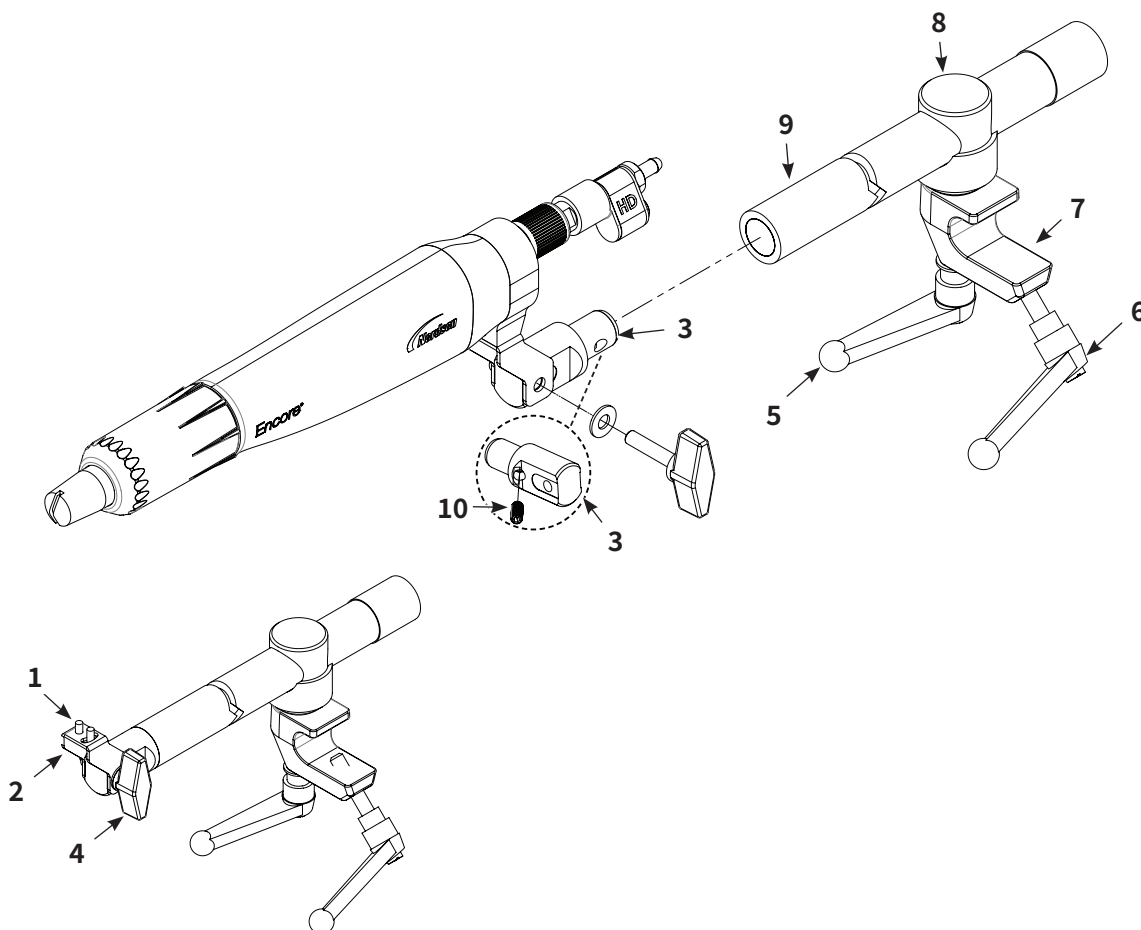

図 3-5 バー取り付け式スプレーガンの取り付け
7. 図 3-5を参照。スプレーガンバー取り付け式アダプター (3) をガンバー (9) の端に取り付け、4 mmの六角レンチで固定ネジ (10) を締めて固定します。
- スプレーガン先端を左右に動かすには、ボタンネジ (1) を緩めてください。
- スプレーガン先端を上下に傾けるには、傾斜ノブ (4) を緩めてください。
- ロック本体 (8) 上でガンバーを回転または調整するには、回転ハンドル (5) を緩めてください。
8. スプレーガンを固定式ガンスタンド、オシレーター、またはレシプロケーターに取り付けるには、クランプ (7) を1インチの取り付けバーに配置し、クランプハンドル (6) を締めてください。